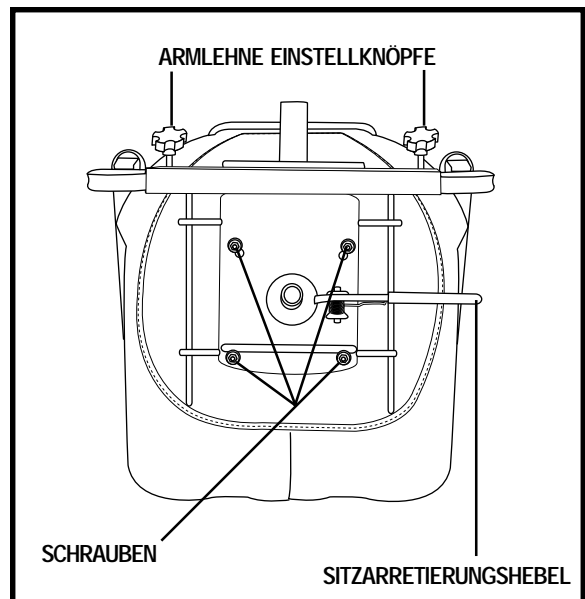

Abb. 11. Sitzeinstellungen
1. Ziehen Sie den Sitzarretierungshebel nach oben, um den Sitz zu entriegeln. Siehe Abb. 11.
1. Einstellknöpfe hinten am Sitzrahmen lösen. Siehe Abb. 11
2. Die vier Schrauben, die den Sitz mit der Sitzplatte befestigen, abschrauben. Siehe Abb.11.
Der Sitz kann in einer von drei möglichen Höhen eingestellt werden. Siehe Abb.11.